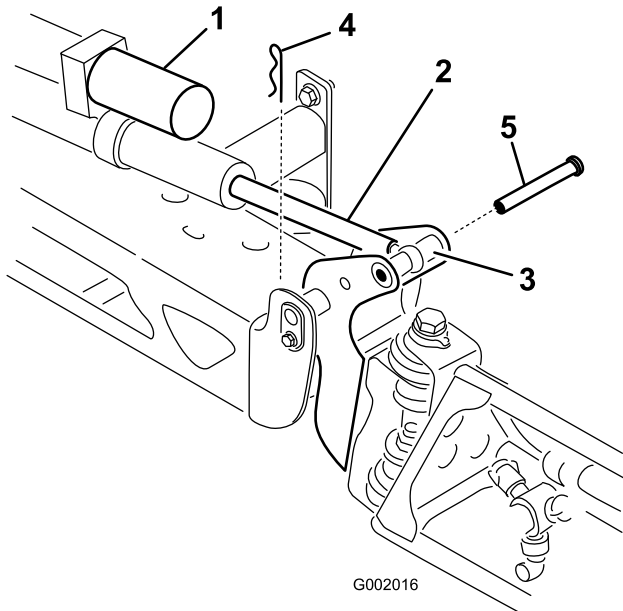

Figura 18
2. Retire el pasador de horquilla del pasador de giro (Figura 18).
3. Levante el brazo y retire el pasador (Figura 18).
8. Mientras sujeta el brazo, pase el pasador por el pivote del brazo y el émbolo del actuador (Figura 18).